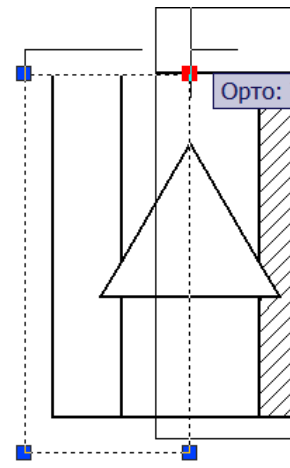

Рис.5.34
- с) при включенном индикаторе **Орто (Ortho)** щёлкнуть эту же ручку и чуть вытянуть вверх (рис.5.34).